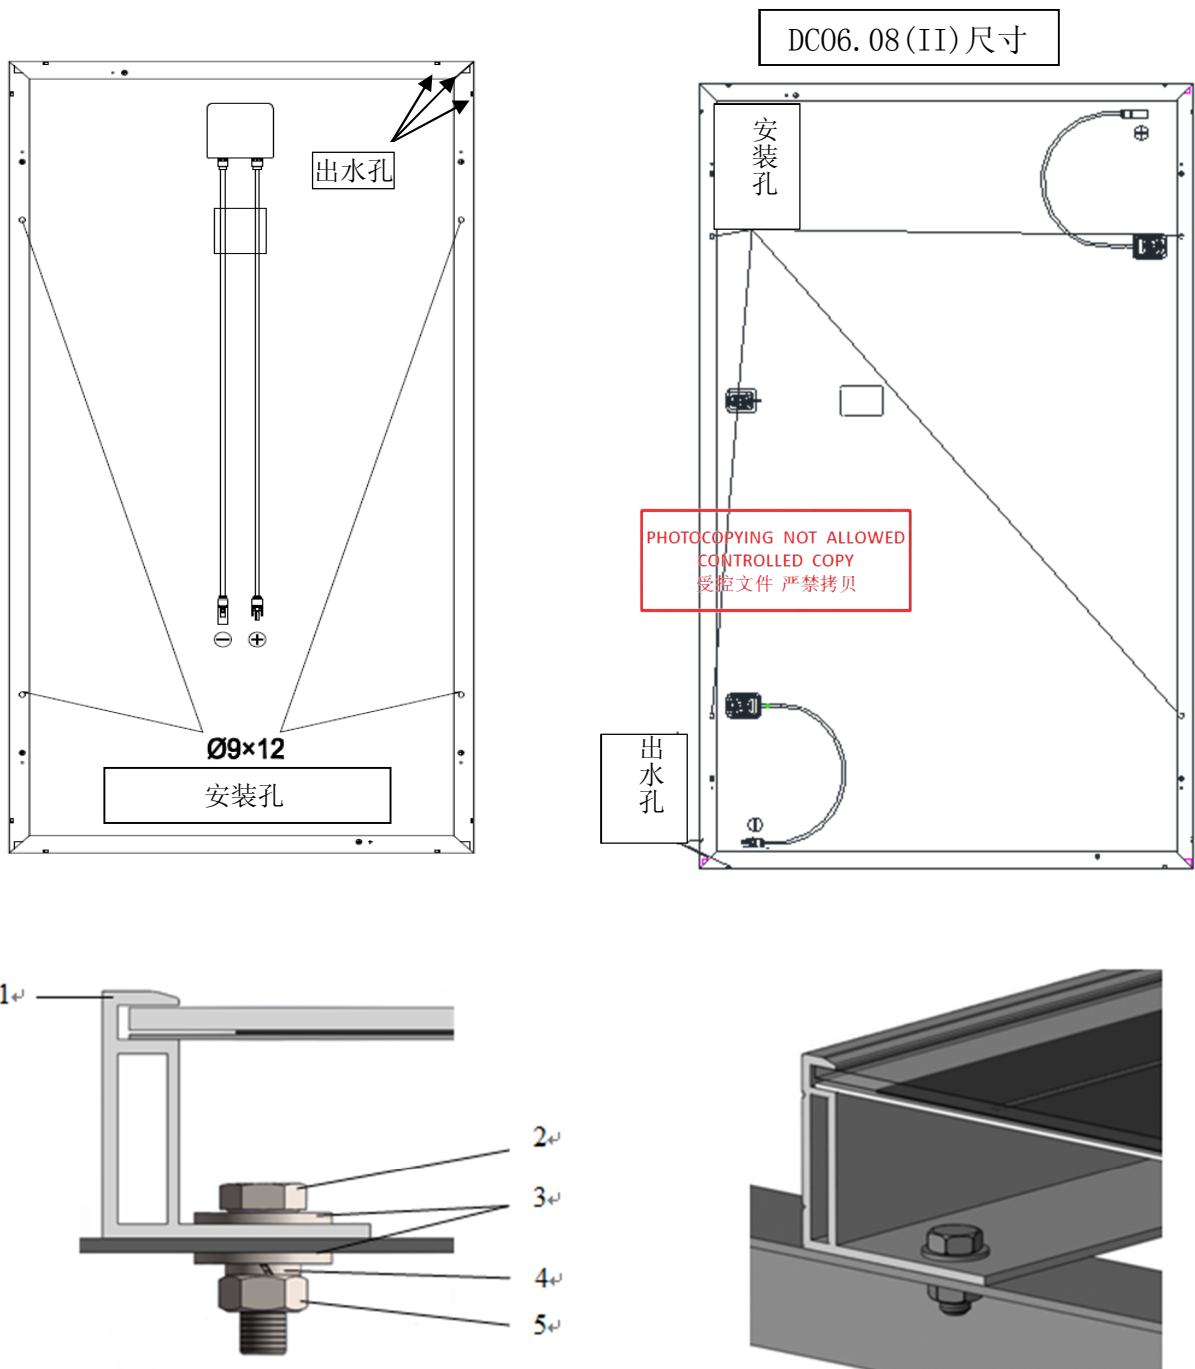

图 1. 用螺丝装配的组件
- 所有与边框接触的零部件都应该使用直径20-24毫米最小厚度1.8毫米的不锈钢平垫圈。如图1所示